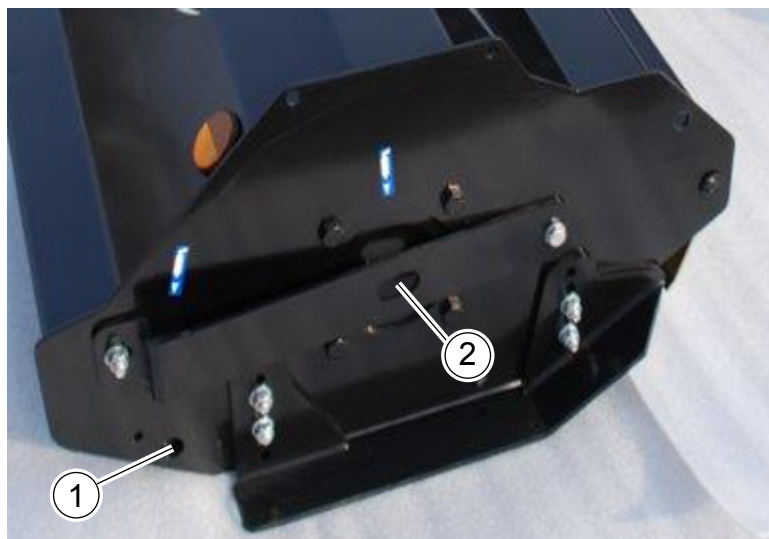

Fig.59
- Ingrassatore sul supporto del rotore (2, "Fig.59"): 50g.
- Ingrassatore sul supporto del rullo di appoggio (1, "Fig.59"): 10g.
- Greaser on the support of the rotor (2, "Fig.59"): 50g.
- Greaser on the support of the support roller (1, "Fig.59"): 10g.
- Engraisseur sur le support du rotor (2, "Fig.59"): 50g.
- Engraisseur sur le support du rouleau d'appui (1, "Fig.59"): 10g.
- Schmierer am Rotortrag (2, "Fig.59"): 50g.
- Schmierer auf die Unterstützung der Stützwalze (1, "Fig.59"): 10g.
- Lubricador sobre el soporte del rotor (2, "Fig.59"): 50g.
- Lubricador sobre el soporte del rollo de apoyo (1, "Fig.59"): 10g.
- Bico de lubrificação no suporte do rotor (2, "Fig.59"): 50g.
- Bico de lubrificação no suporte do rolo de apoio (1, "Fig.59"): 10g.